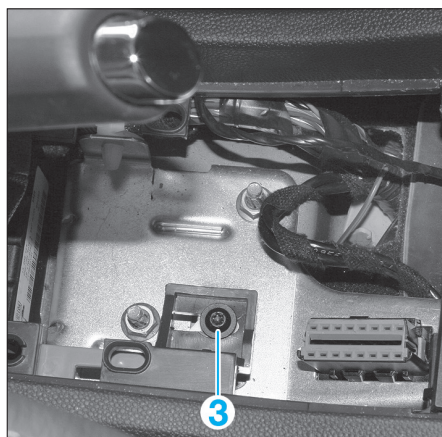

FIG. 40
- la vis centrale (3) à proximité de la prise diagnostic (fig. 40).